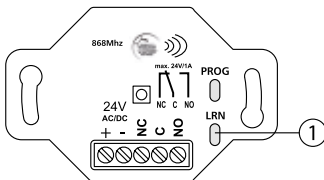
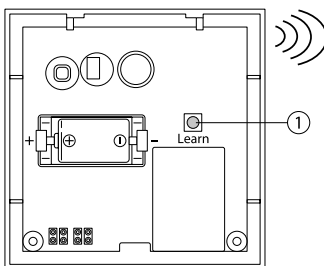

Fig. 21: Funkempfänger
Fig. 22: Funk-Raumtemperaturregler einlernen
- Die LRN-Taste (mit integrierter LED, grün) (Fig. 21, Pos. 1) am Funkempfänger gedrückt halten (Elektronikbox muss dafür geöffnet sein). Nach 2 Sekunden schaltet der Funkempfänger automatisch in den Lernmodus. Dies wird optisch durch das Blinken der LRN-LED angezeigt.
- Die Learn-Taste am Funk-Raumtemperaturregler (Fig. 22, Pos. 1) drücken. Die Senderzuweisung wird durch ein einmaliges, 2 Sekunden langes Dauerleuchten der LRN-LED im Funkempfänger (Fig. 21, Pos. 1) angezeigt.
- Der Lernmodus kann verlassen werden, sobald sich die LRN-LED am Funkempfänger (Fig. 21, Pos. 1) wieder im Blinkmodus befindet. Zum Verlassen des Lernmodus die LRN-Taste ca. 1 Sekunden drücken. Wenn während 30 Sekunden keine Taste am Funk-Raumtemperaturregler betätigt wird, wird der Lernmodus automatisch verlassen. Danach ist der Funkempfänger betriebsbereit und verarbeitet ausschließlich die Signale des eingelernten Funk-Raumtemperaturreglers.
- Eingelernte Funk-Raumtemperaturregler können bei Bedarf gelöscht werden. Dabei ist der Funkempfänger in den Lernmodus zu setzen (siehe Kapitel 9.1 „Funkempfänger in den Lernmodus setzen“, S. 23). Wird nun an einem bereits eingelernten Funk-Raumtemperaturregler die jeweilige Learn-Taste gedrückt, so wird dieser Raumtemperaturregler „ausgelernt“ (gelöscht). Die Löschung wird durch 2-maliges Dauerleuchten der LRN-LED am Funkempfänger (Fig. 21, Pos. 1) für 4 Sekunden angezeigt.
Sollte vom Funkempfänger in der Elektronikbox für eine Dauer von >90 min kein gültiges Funktelegramm des Raumfühlers empfangen werden, so schaltet der Funkempfänger die Heatfixx Pumpe mit einer Zykluszeit von 10 Minuten ein bzw. aus (defekter Raumfühler). Die Störung wird am Funk-Raumtemperaturregler durch schnelles Blinken der LRN-LED angezeigt (Fig. 21, Pos. 1). Für die Kontrolle der LRN-LED das Oberteil des Raumtemperaturreglers von der Grundplatte abnehmen.